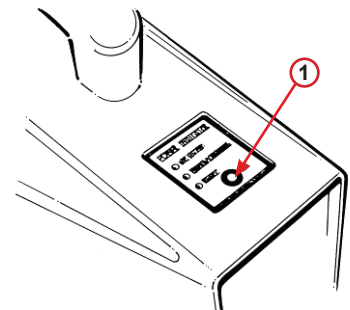

Fig. 019
5. Tænd WDA3 mobil på omskifteren "On" **1** Fig. 019. LED'en på WDA3 mobil begynder at lyse.